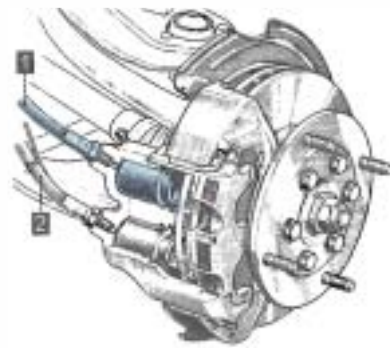

Figure 9.20 • Étrier coulissant pour double circuit (document Renault).
- deux pistons pour les étriers coulissants car il faut un piston par circuit (figure 9.20) ;